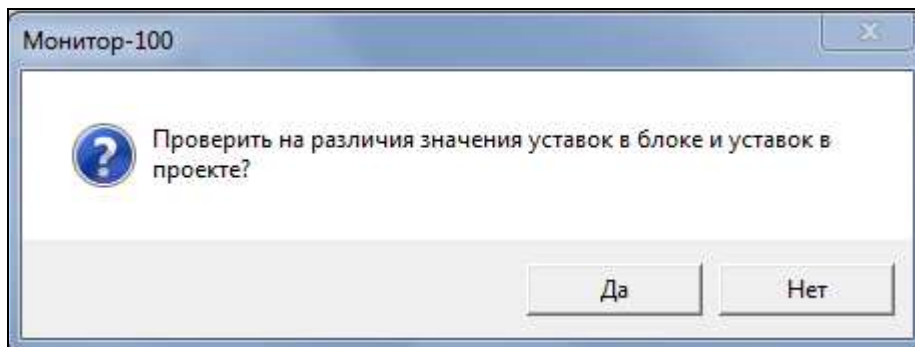

Рисунок 69
3.3.3.1 Сохраненные в проекте значения уставок можно редактировать и записывать в блок. Когда открыт проект, при каждом подключении к блоку будет появляться диалоговое окно с предложением проверить на различия значения уставок в блоке и в проекте (рисунок 69).